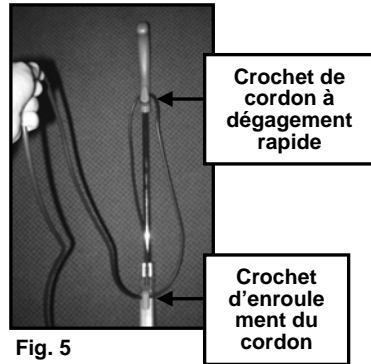

Fig. 5
- Enroulez le cordon d'alimentation autour du crochet de cordon à dégagement rapide et du crochet d'enroulement de cordon. (Fig. 5) Pour dérouler le cordon d'alimentation, simplement tourner le crochet du cordon à dégagement rapide vers la gauche ou vers la droite.